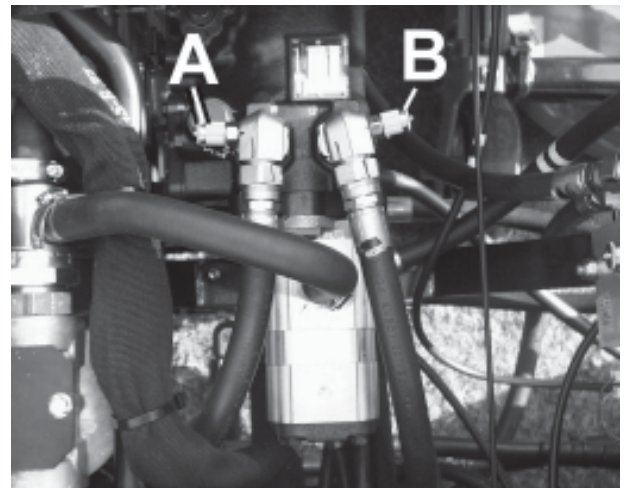

Abb. 8
2. Druck des Vierradantriebes: 207 Bar (A/B, Abb. 8)